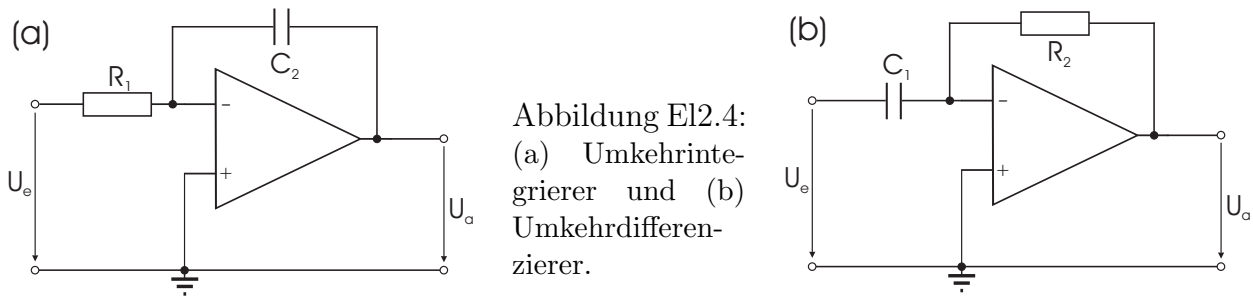
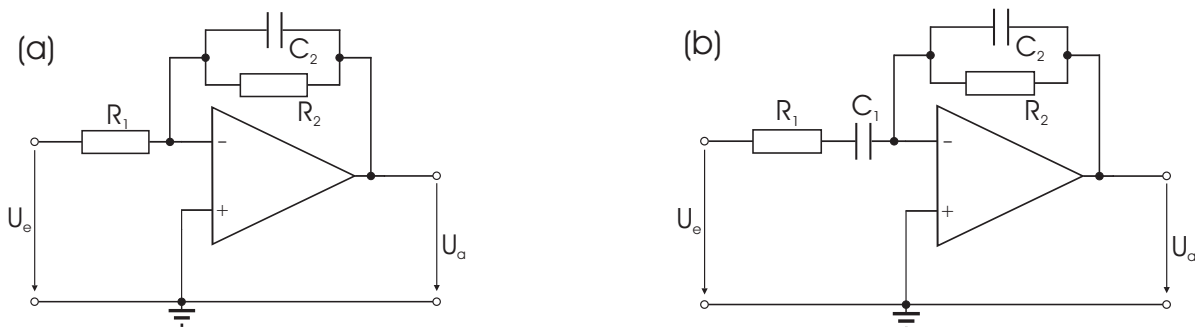

Abbildung El2.4:
Abbildung El2.5: Modifizierte Versionen von (a) Umkehrintegrierer und (b) -differenzierer.
3. Zeigen Sie, dass für den nichtinvertierenden Verstärker Gl. (4) gilt!
4. Durch die Integrationsschaltung in Abb. El2.4(a) werden Funktionsverläufe elektrischer Größen über die Zeit integriert. Zeigen Sie, dass
Berechnen Sie die Frequenzabhängigkeit der Verstärkung und stellen Sie diese doppeltlogarithmisch dar. Wie ändert sich der Frequenzgang, wenn Sie R_2 aus Abb. El2.5(a) berücksichtigen? Skizzieren Sie dies ins gleiche Diagramm. Was muss also für die Frequenz der zu integrierenden Eingangsspannung gelten?
5. Durch die Differenzierschaltung in Abb. El2.4(b) werden nur Änderungen der Eingangsspannung verarbeitet. Zeigen Sie, dass gilt:
Diskutieren Sie den Einfluss von R_i und C_i in Abb. El2.5(b) auf den Frequenzgang!
Abbildung El2.4 zeigt die einfachsten Ausführungen (a) eines *Umkehrintegrators* und (b) eines *Umkehrdifferenzierers* (s. auch Fragen zur Vorbereitung 4 und 5). Beide entsprechen der Schaltung des Umkehrverstärkers in Abb. El2.2(a), wobei jeweils R_1 oder R_2 durch einen Kondensator C_1 oder C_2 ersetzt wurde.
Der Integrator aus Abb. El2.4(a) hat allerdings einige gravierende Nachteile. So lässt der *Eingangsruestrom* und die *Offsetspannung* die Ausgangsspannung U_a auch bei kurzgeschlossenem Eingang kontinuierlich ansteigen bis der Verstärker gesättigt ist.¹ Außerdem ist $U_a(t = 0)$ undefiniert und sollte eigentlich Null sein, um stets die gleiche Anfangsbedingung zu haben. Hierzu wird der Kondensator C_2 im Ruhezustand durch einen parallel liegenden (großen) Widerstand R_2 entladen (s. Abb. El2.5a). Zusätzlich bewirkt R_2 eine Gleichspannungsgegenkopplung, wodurch die Gleichspannungsverstärkung auf $\frac{R_2}{R_1}$ herabgesetzt und der Einfluss von Offsetspannung und -strom vermindert wird.
Der Differenzierer aus Abb. El2.4(b) hat ebenfalls einige schwerwiegende Nachteile. So sinkt der Eingangswiderstand $R_e = \frac{1}{\omega C_1}$ mit steigender Frequenz ω der Eingangsspannung und hochfrequente Störsignale (Rauschen) werden übermäßig verstärkt. Diese Probleme werden bei der in Abb. El2.5(b) gezeigten Schaltung vermieden. Durch den Kondensator C_2 und den Widerstand R_1 wird die Verstärkung für hohe Frequenzen auf den Wert $v' = \frac{1}{\omega C_2 R_1}$ begrenzt und dadurch das hochfrequente Rauschen unterdrückt. Die Schaltung ist dann allerdings nur noch für Frequenzen $\omega \ll \omega_0 = \frac{1}{R_1 C_1}$ als Differenzierer wirksam. Für Näheres s. auch Frage 5 zur Vorbereitung.
Bauen Sie die Schaltung aus Abb. El2.5(a) mit $R_1 = 10\text{ k}\Omega$, $R_2 = 1\text{ M}\Omega$, $C_2 = 10\text{ nF}$ auf! Legen Sie an den Eingang eine Rechteckspannung geeigneter Amplitude und beobachten Sie die Ausgangsspannung auf dem Oszilloskop für die Eingangsfrequenzen 10 Hz, 100 Hz
Bauen Sie zunächst die Schaltung aus Abb. El2.4(b) mit $R_2 = 10\text{ k}\Omega$ und $C_1 = 10\text{ nF}$ auf. Beobachten Sie mit dem Oszilloskop die Übertragung einer Dreiecksspannung geeigneter Amplitude bei 1 kHz.
Fügen Sie dann $R_1 = 1\text{ k}\Omega$ und $C_2 = 1\text{ nF}$ gemäß Abb. El2.5(b) dazu und beobachten Sie, wie sich das Ausgangssignal ändert.